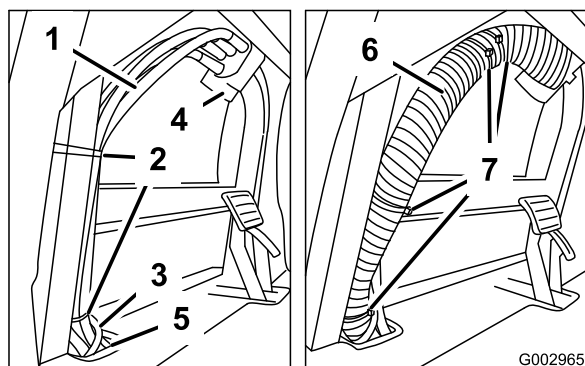

図 16
1. ダッシュパネル下にある油圧ホースを探し出す (図 16)。
2. 油圧ホースを固定している既存のワイヤタイをすべて取り外し、小さいワイヤルームを分離する (図 16)。
4. カバーを延ばしてフロアボードにあるワイヤ用アクセス穴に通し、そこからステアリングコントロールユニットまで引き出す (図 16)。
5. キットの中に入っている新しいワイヤタイを使ってカバーを固定する (図 16)。